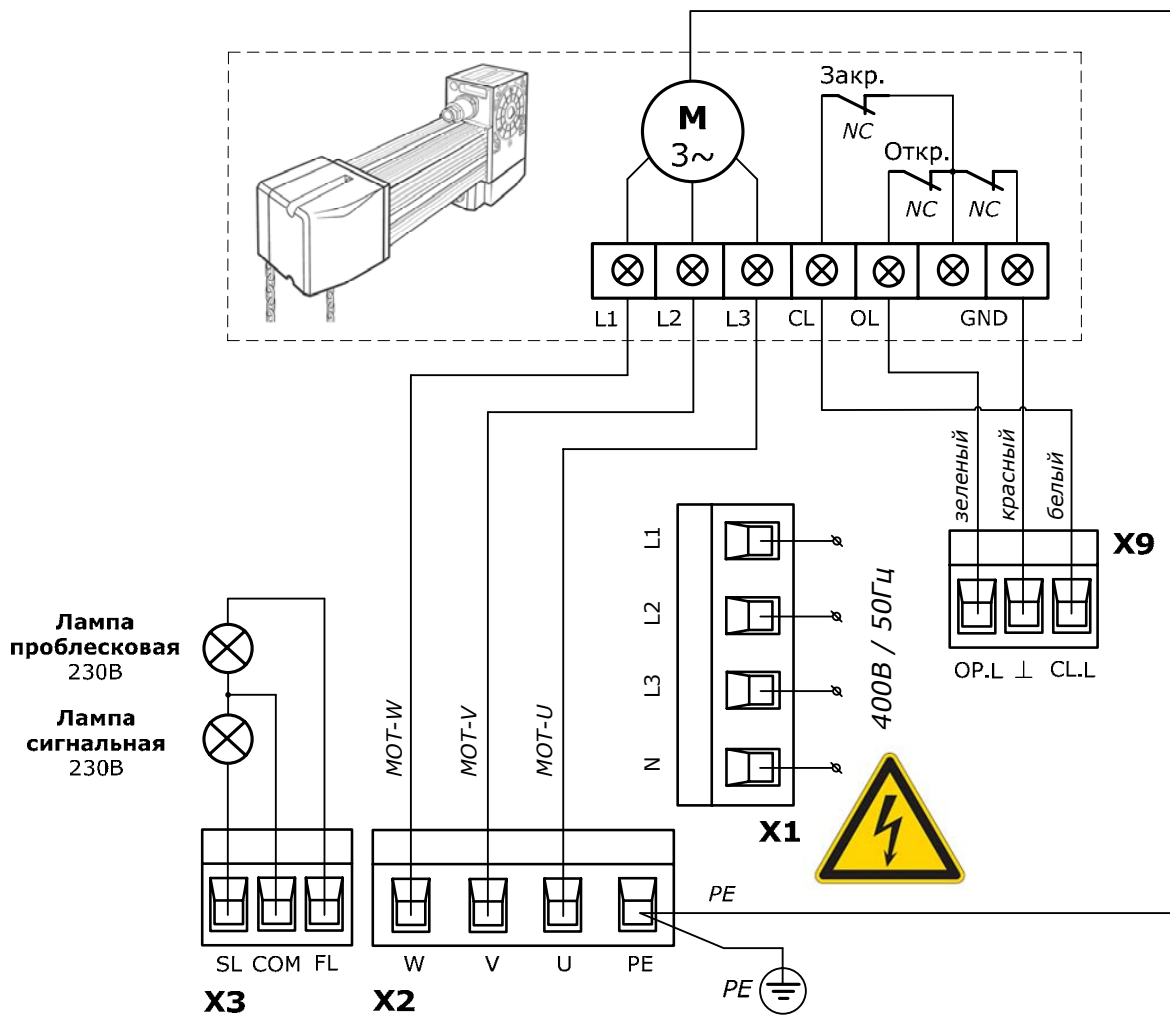
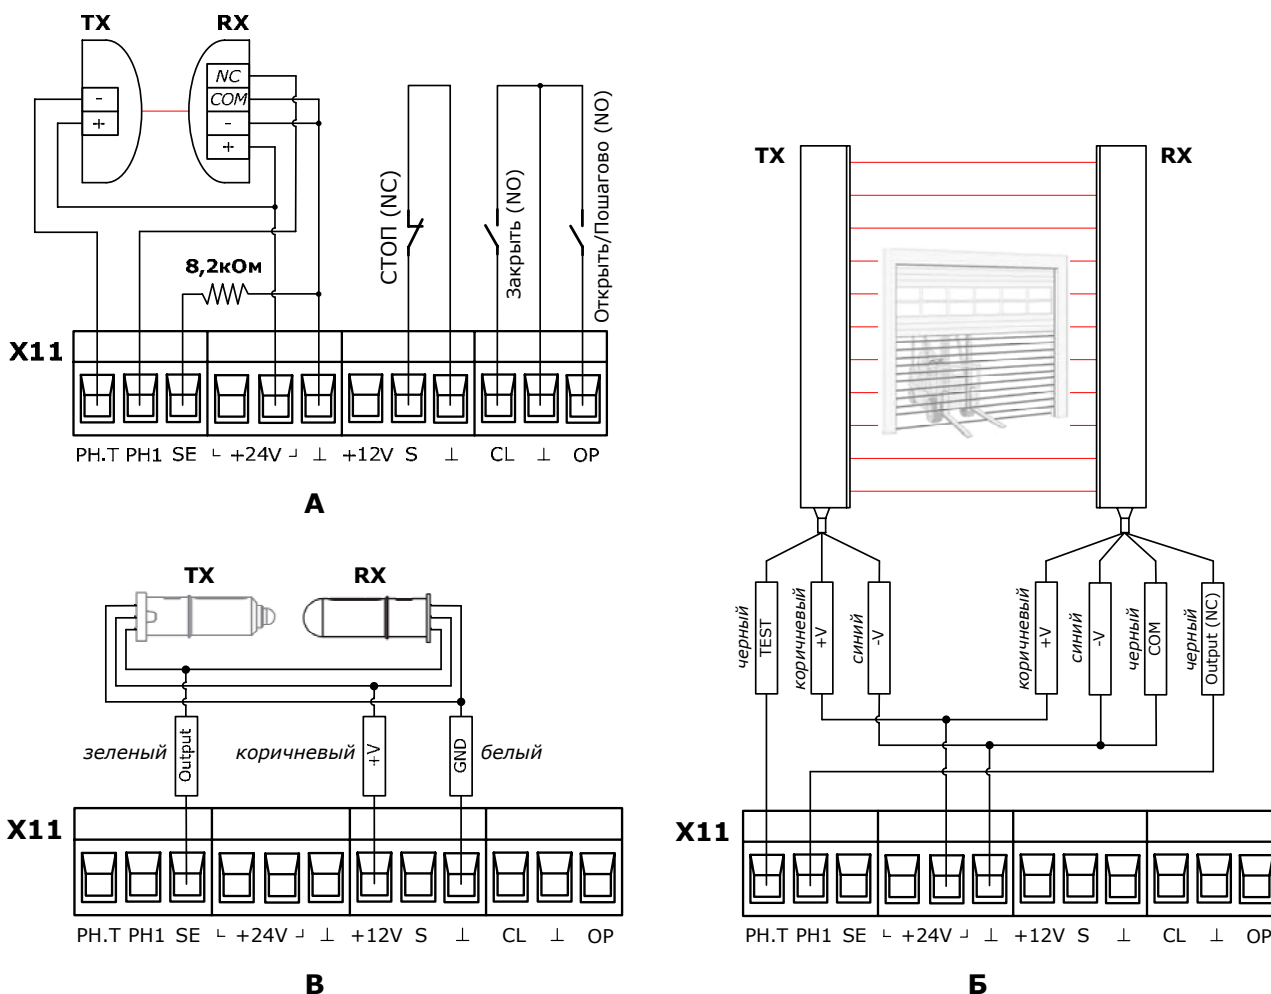
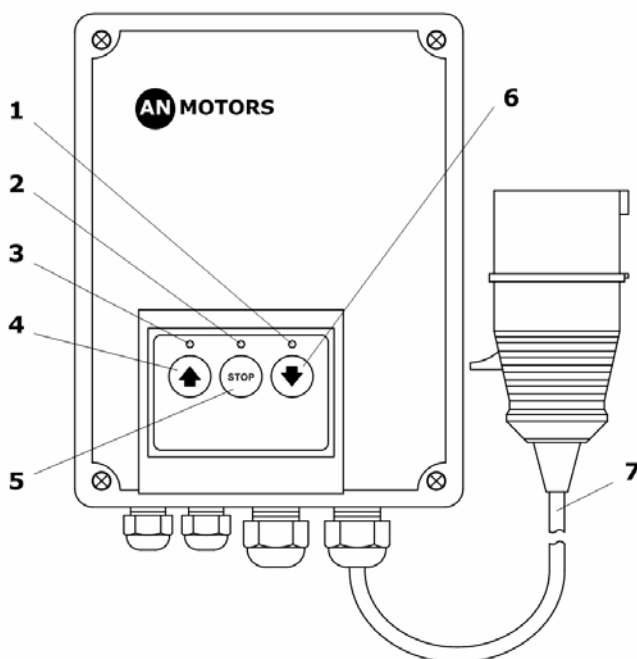

Рис. 3. Электрические подключения привода ASI100 к блоку управления
Рис. 4. Электрические подключения дополнительных устройств к блоку управления
Рис. 5. Лицевая сторона блока управления CUID-400
При подключениях электродвигателя и выключателей конечных положений привода ASI100 (Рис. 3) используйте предлагаемые кабели из комплекта привода, четырехжильный ($4 \times 1,5 \text{ мм}^2$) и трехжильный ($3 \times 0,5 \text{ мм}^2$) соответственно.
Для управления открытием и закрытием ворот к блоку управления подключаются устройства с «нормально-открытым контактом» (Рис. 4А): кнопки, выключатели и т.п. Управление от устройств подключенных к клеммам «OP» и «⊥» осуществляется в последовательности выбранного режима работы (см. раздел «5. Настройки»): «Открыть - Стоп...» в ручном режиме и полуавтоматическом 2; «Открыть - Стоп - Открыть - Стоп...» в полуавтоматическом 1; полное открытие в автоматическом. Управление от устройств подключенных к клеммам «CL» и «⊥» осуществляется в последовательности «Закрыть - Стоп - Закрыть - Стоп ...». Если для управления открытием или закрытием установлено несколько устройств, то они должны быть подключены параллельно.
Для немедленной остановки ворот при открытии и закрытии к блоку управления привода могут быть подключены устройства с «нормально-закрытым контактом» (Рис. 4А): датчик калитки, датчики ослабления тяговых тросов и т.п. Подключение устройств безопасности необходимо производить к клеммам «S» и «⊥». Если для немедленной остановки ворот в приводе установлено несколько устройств, то они должны быть подключены последовательно.
Выходная цепь приемника (RX) фото-устройств (Рис. 4А, Рис. 4Б) должна быть подключена к клеммам «РН1» и «⊥». Цепь питания приемника (RX) и передатчика (TX) фото-устройств подключается к клеммам «+24V» и «⊥». В случае реализации проверки работоспособности фотоэлементов (ФОТОТЕСТ) цепь питания передатчика (TX) фотоэлементов подключается к клеммам «+24V» и «РН.Т» (Рис. 4А). Для реализации проверки работоспособности фотополосок (ФОТОТЕСТ) специальный провод TEST передатчика (TX) фотополосок подключается к выходу «РН.Т».
В случае подключения фотоэлементов и фотополосок с разными алгоритмами проверки работоспособности (Рис. 4А и 4Б) функция ФОТОТЕСТ возможна только для одного из них, соответственно вход «РН.Т» может быть задействован только для фотоэлементов или только для фотополосок.
Для обеспечения защиты от заземления воротами к блоку управления может быть подключен датчик безопасности нижней кромки полотна ворот (система чувствительный край) – резистивный датчик 8,2кОм (Рис. 4А) или оптоэлектронный датчик / оптодатчики (Рис. 4Б). Выбор подключенного устройства в настройках блока управления сделайте согласно раздела «5. Настройки».
Для сигнализации о движении ворот к блоку управления может быть подключена проблесковая лампа (Рис. 3) 230В, макс. 100Вт. Проблесковая лампа подключается к клеммам «FL» и «СОМ» разъема Х3. Лампа может работать в двух режимах – без предварительного мигания и с предварительным миганием (см. раздел «5. Настройки»).
Для сигнализации о полностью открытых воротах может быть подключена сигнальная лампа (Рис. 3) 230В, макс. 100Вт. Сигнальная лампа подключается к клеммам «SL» и «СОМ» разъема Х3, горит при полностью открытых воротах.
К блоку управления привода могут подключаться другие устройства, отличные от вышеуказанных, например, универсальный приемник радиуправления и др. Цепи питания дополнительных устройств могут быть подключены к клеммам «+24V» и «⊥» (Рис. 4), номинальное напряжение на которых 24В постоянного тока. Максимальное значение тока для всех подключенных к клеммам «+24V» и «⊥» устройств не должно превышать 100мА.
Блок управления CUID-230 оснащен сетевым шнуром (Рис. 5). Для подключения блока управления к сети предварительно подведите стационарную розетку. Розетка должна находиться возле места установки блока управления в легкодоступном месте. Все подключенные к блоку управления кабели и провода должны быть надежно зафиксированы кабельными вводами блока управления.
- С помощью кнопок управления 4 и 6 (Рис. 5) проверьте, что движение полотна ворот осуществляется в требуемых направлениях, при открытии ворот на дисплее модуля управления индикация « \square », при закрытии « \square ». Рекомендуется использовать ручной режим в настройках работы привода (см. раздел «5. Настройки»). Если направление вращения выходного вала привода не совпадает с требуемым, отключите электрическую сеть (извлеките вилку сетевого шнура блока управления из розетки) и поменяйте местами провода подключения на клеммах «W» и «V» разъема X2 (Рис. 3).
<p>Режим работы Выбранный режим устанавливает определенную логику работы привода:</p> <p>1 - ручной. Открытие и закрытие ворот осуществляется только при нажатии и удержании устройств управления подключенных соответственно к входам «OP» и «CL» (Рис. 4А), а также при нажатии и удержании соответственно кнопок  и  лицевой панели блока управления (Рис. 5). Команды от пультов радиуправления игнорируются. Устройства безопасности активны (см. раздел «4.2. Подключение дополнительных устройств»).</p> <p>2 - полуавтоматический 1. При кратковременном нажатии устройств управления подключенных к входу «OP» (Рис. 4А) или кнопки  (Рис. 5) движение ворот осуществляется в последовательности "... Открыть - Стоп - Закрыть - Стоп - Открыть...". При кратковременном нажатии устройств управления подключенных к входу «CL» или кнопки  движение ворот осуществляется в последовательности "...Закрыть - Стоп - Закрыть - Стоп ...". Управление движением ворот от пультов радиуправления (АТ-4 и АТ-4m) осуществляется в последовательности "... Открыть - Стоп - Закрыть - Стоп ...". Устройства безопасности активны (см. раздел «4.2. Подключение дополнительных устройств»)</p> <p>3 - полуавтоматический 2. При кратковременном нажатии устройств управления подключенных к входу «OP» (Рис. 4А) или кнопки  (Рис. 5) движение ворот осуществляется в последовательности "... Открыть - Стоп - Открыть - Стоп ...". При кратковременном нажатии устройств управления подключенных к входу «CL» или кнопки  движение ворот осуществляется в последовательности "... Закрыть - Стоп - Закрыть - Стоп ...". Управление движением ворот от пультов радиуправления АТ-4m системы радиуправления «AN-Motors» осуществляется в последовательности "... Открыть - Стоп - Закрыть - Стоп ...". Пульты радиуправления АТ-4 не используйте. Устройства безопасности активны (см. раздел «4.2. Подключение дополнительных устройств»). Заводская настройка</p> <p>4 - автоматический. После полного открытия ворот по истечении установленной в настройках времени паузы (см. настройку «Время паузы») происходит автоматическое закрытие. Срабатывание устройств управления, подключенных к входу «OP» (Рис. 4А) или кнопки  (Рис. 5), а также от записанных пультов существующей системы радиуправления (АТ-4), вызывает полное открытие ворот, при этом до полного открытия ворот команды от указанных устройств управления игнорируются; срабатывание данных устройств управления во время отсчета времени паузы до автоматического закрытия ворот вызывает сброс времени паузы и отсчет времени паузы сначала; при закрытии ворот управляющая команда вызывает остановку движения. При кратковременном нажатии устройств управления подключенных к входу «CL» или кнопки  дви-</p>
<p>FL</p>	<p>Фототест При включенной настройке выполняется проверка работоспособности фотоустройств безопасности закрытия (фотозащитные элементы или фотодатчики), передатчик которых подключен к выходу «PH.T», а приемник к входу «PH1» модуля блока управления приводом (Рис. 4А, Рис. 4Б):</p> <p>□ - выключено для фотозащитных элементов. Заводская настройка</p> <p> - включено для фотозащитных элементов ("прямой" Фототест). В начале движения блоком управления непродолжительно выключается напряжение питания на передатчике TX (Рис. 4А) фотозащитных элементов и проверяется реакция приемника RX фотозащитных элементов. Если проверка не выполнена, то закрытие ворот блокируется. На дисплее блока управления появляется индикация «FL»</p> <p>2 - выключено для фотодатчиков</p> <p>3 - включено для фотодатчиков ("инверсный" Фототест). Предназначена для фотоустройств со специальным выходом «TEST» (фотодатчики, фотодатчики и т.п.) В начале движения блоком управления непродолжительно замыкается контакт «TEST» и контакт «-V» передатчика TX (Рис. 4Б) и проверяется реакция приемника RX. Если проверка не выполнена, то закрытие ворот блокируется. На дисплее блока управления появляется индикация «FL».</p>
<p>Датчик безопасности нижней кромки Выбирается тип подключенного датчика безопасности нижней кромки полотна ворот (система чувствительный край), обеспечивающего защиту от заземления воротами при закрытии:</p> <p>1 - оптоэлектронный датчик (Рис. 4В) 2 - резистивный датчик (Рис. 4А). Заводская настройка</p>